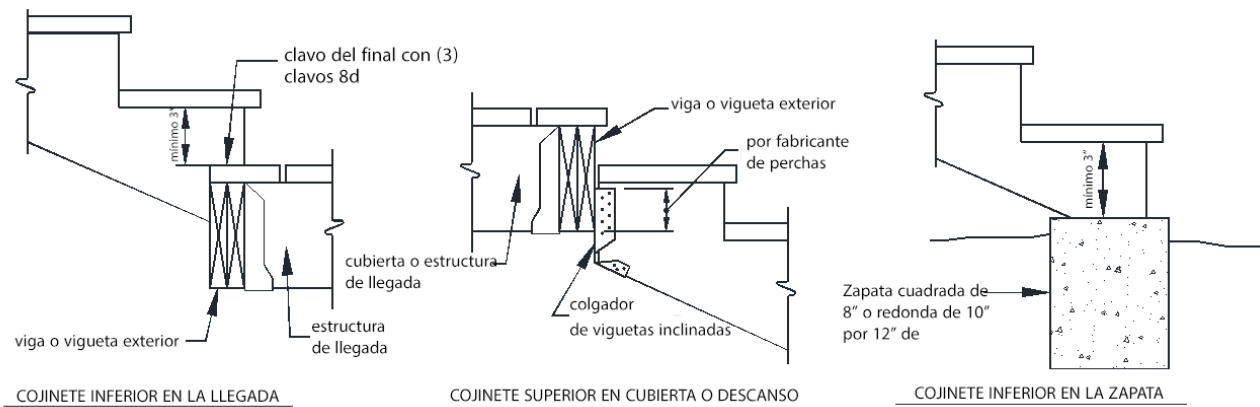

FIGURA 40: COJINETE DE TRAVESAÑO
- Los largueros se apoyarán en las zapatas y se unirán a la terraza o descanso según FIGURA 40.